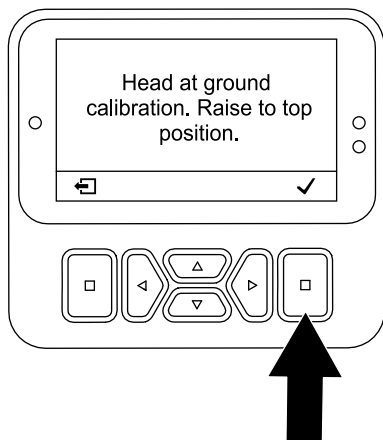

図 108
- タイヤが地面に突き刺さり始めたら、選択ボタン (図 108) を押して、地面の高さを教えるアプリケーションを実行する。地上高ティーチャアプリを実行する (ページ 36) を参照方。